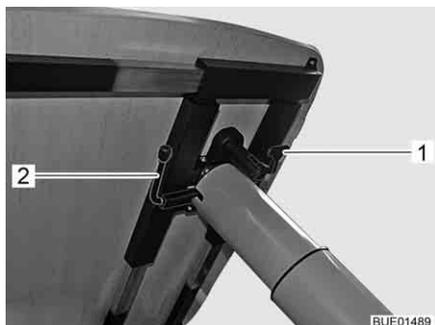

Fig. 107 Réglage table à hauteur réglable
- Rabattre le levier de verrouillage (Fig. 107,1) vers le bas.
- Faire pivoter le levier (Fig. 107,2) sous le plateau de table à 180° dans le sens inverse des aiguilles d'une montre. Le mécanisme de réglage de hauteur se trouvant dans le pied de table est déverrouillé.
- Faire pivoter le levier (Fig. 107,2) sous le plateau de table à 180° dans le sens inverse des aiguilles d'une montre. Le plateau de table s'élève alors automatiquement jusqu'à la butée de fin de course.